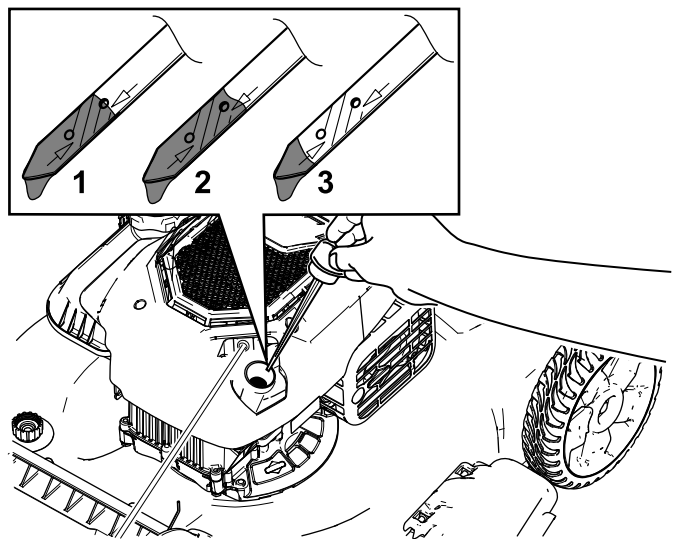

Рисунок 25
3. Извлеките масломерный щуп, повернув крышку против часовой стрелки и вытянув его (Рисунок 25).
10. Определите уровень масла по отметкам на щупе (Рисунок 25).